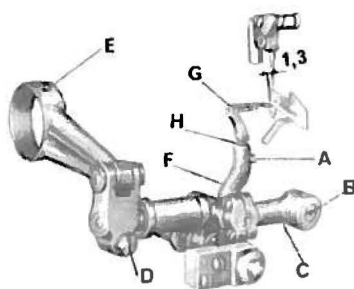

fig. 6
5. Fasatura crochet punto catenella. (**fig. 6**)